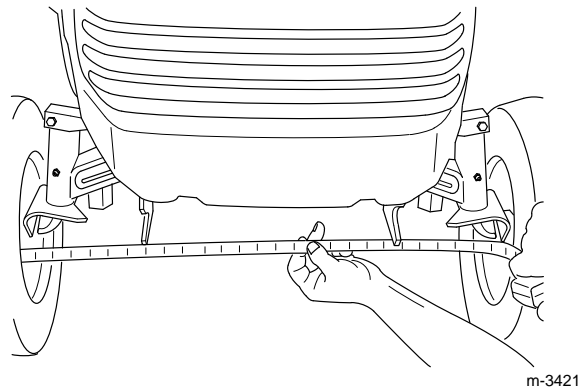

Abbildung 42
Die Beibehaltung der richtigen Vorspur am Vorderrad ist wichtig für die Sicherheit, die Funktion der Smart Turn™-Lenkung und die einfache Bedienung. Wenn es zu ungleichmäßigem Reifenverschleiß, Reibung auf dem Rasen oder schwergängiger Lenkung kommt, kann eine Einstellung erforderlich sein. Die Vorspur alle 100 Betriebsstunden bzw. einmal pro Jahr kontrollieren, je nachdem, welcher Fall zuerst eintritt (Abb. 42).
4. Den Abstand zwischen den beiden Vorderreifen in Achsapfenhöhe messen (vorne und hinten an den Rädern) (Abb. 42).